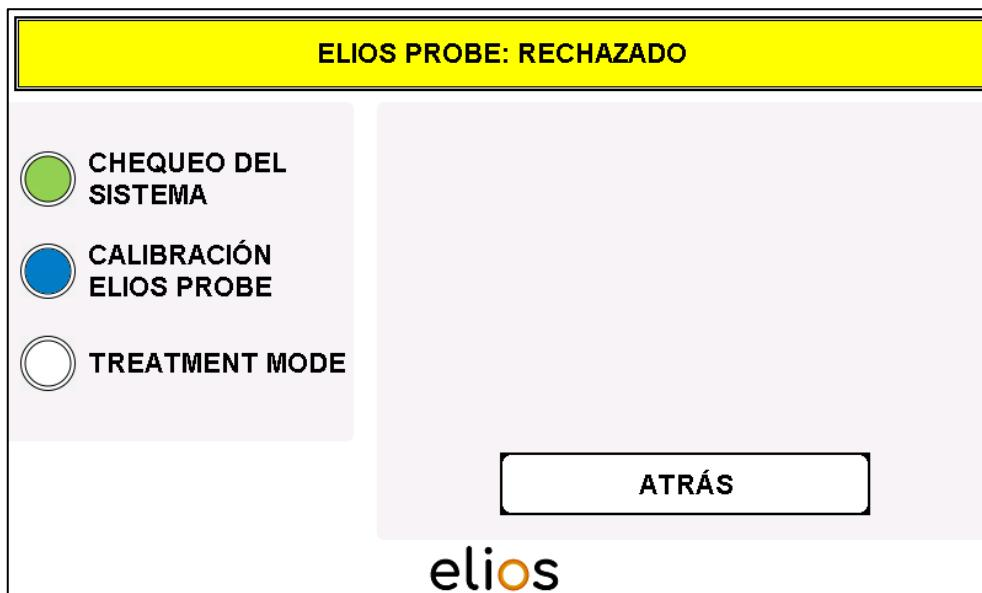

Fig. 4-8: Reconocimiento de la fibra – ELIOS PROBE: RECHAZADO
- El software reconoce las fibras ya usados y reesterilizados, que son inhabilitados. Se indica la notificación “**ELIOS PROBE: RECHAZADO**” y no es posible continuar en el programa (Fig. 4-8).
- Para volver al menú anterior, pulsar “ATRÁS” (Fig. 4-8).